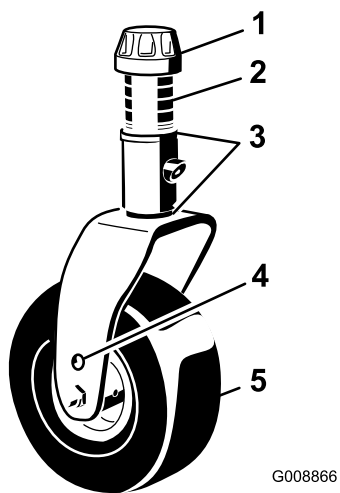

Figura 95
1. Retire el casquillo tensor del eje de la rueda giratoria y deslice el eje fuera del brazo de la rueda giratoria (Figura 95).